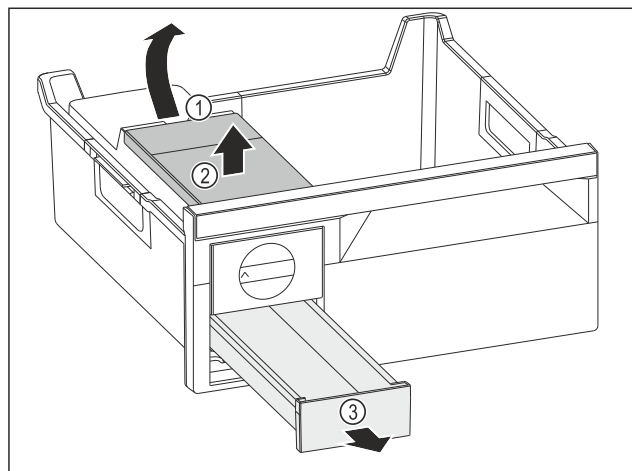

Fig. 171
- ▶ Izņemiet ūdens tvertni: Paceliet ūdens tvertni aiz padziļinājuma Fig. 171 (1).
- ▶ Izņemiet ūdens tvertni Fig. 171 (2) virzienā uz augšu.
- ▶ Izņemiet ledus gabaliņu atvilktni Fig. 171 (3) virzienā uz priekšu.